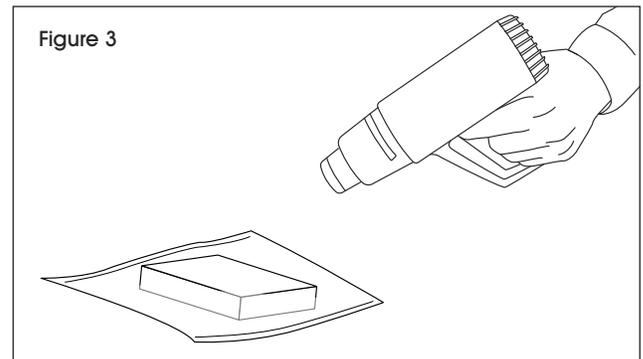

Figure 3
6. Use a heat gun or heat shrink tunnel to apply heat to the film. (See Figure 3)
6. Utilisez un pistolet thermique ou un tunnel de rétraction pour appliquer de la chaleur sur le film. (Voir Figure 3)